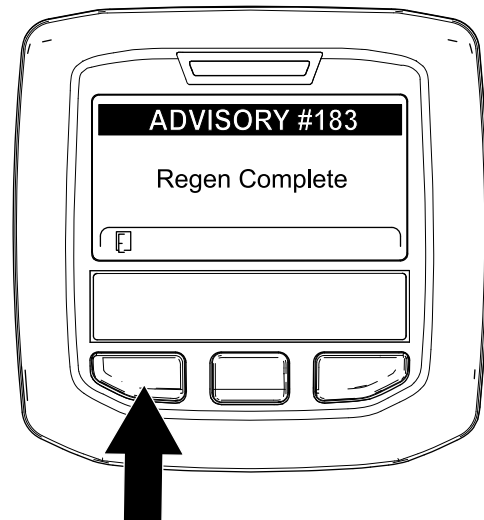

Bild 58
9. Wenn der Motorcomputer eine geparkte Regenerierung oder eine Wiederherstellung-Regenerierung abschließt, wird im InfoCenter ADVISORY #183 (Bild 58) angezeigt. Drücken Sie die linke Taste, um den Homebildschirm anzuzeigen.